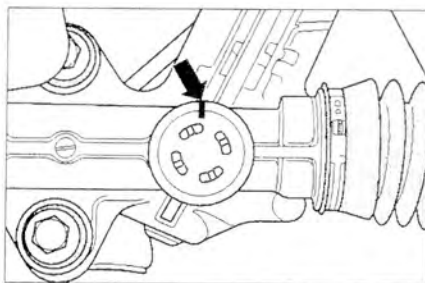

Рис. 7.17. Пометьте положение регулировочного винта (стрелка).
16. Пометьте положение регулировочного винта (стрелка) (рис. 7.17).